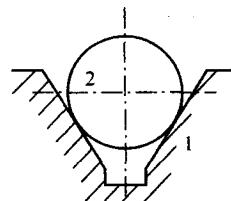

图1-2 题1.3.9图
1.3.9 图1-2中轴2搁置在V形铁1上,根据它们在图平面内能实现的相对运动,可判别它们之间组成的运动副是_____。
- (A) 转动副;